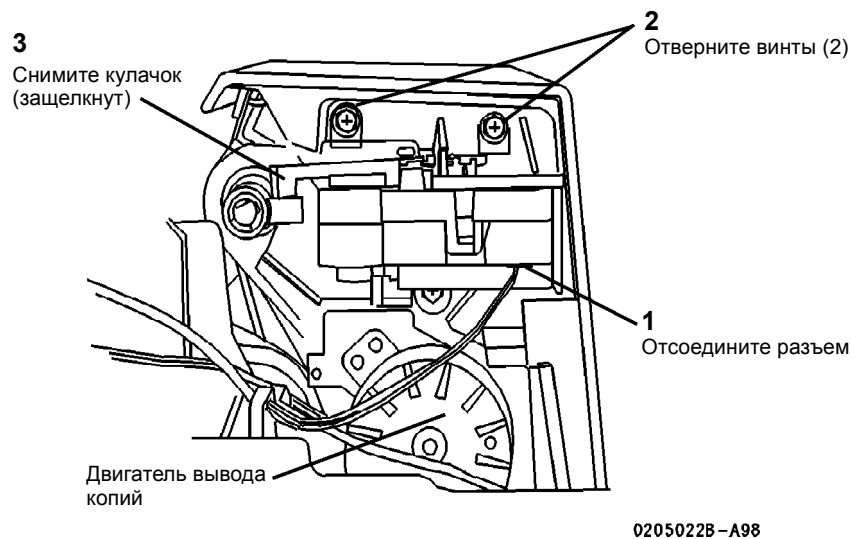

Рисунок 1 Снятие двигателя OCT
3. Снимите двигатель OCT ADF/DADF (Рисунок 1).